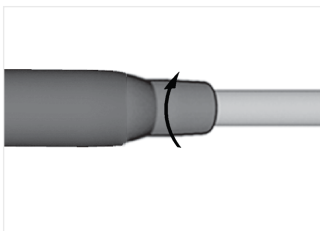

FIG. 3
4. En maintenant le moteur, visser complètement le manchon du tuyau sur le connecteur arrière du moteur FIG. 3.